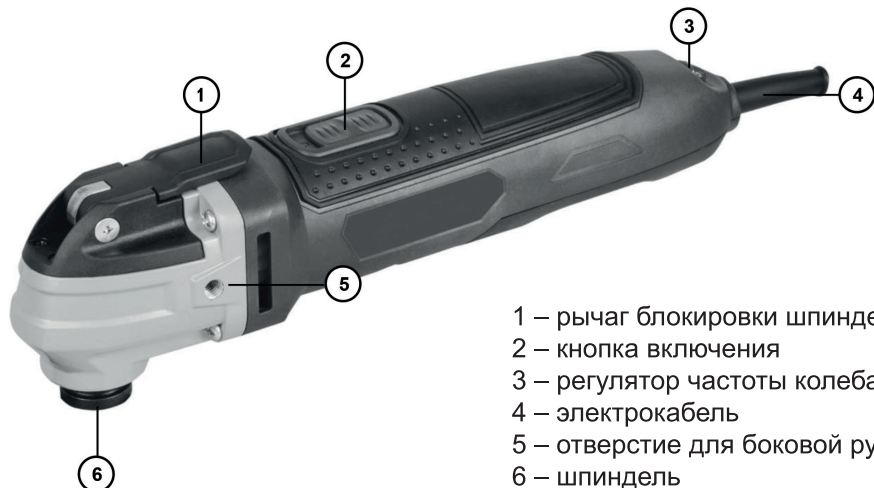

Рис. 1
2. Для включения электроинструмента переведите выключатель 2 (рис. 1) в положение Вкл. (I), для выключения переведите выключатель в положение Выкл. (O).
Примечание! Инструмент оснащен плавным пуском. После включения инструмента выключателем 2 (рис. 1) двигатель начинает плавно набирать обороты.
Для увеличения/уменьшения частоты колебаний инструмента вращайте регулировочное колесо 3 (рис. 1).